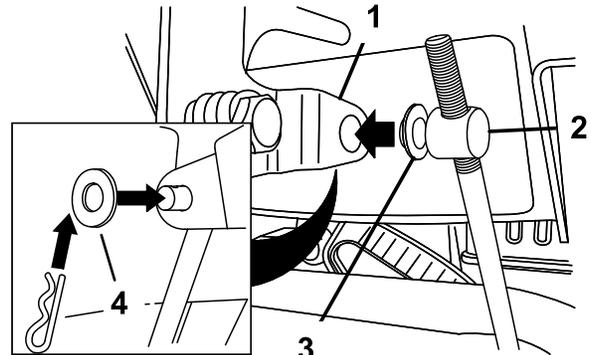

Bild 12
- Entfernen Sie den Splint und die äußere Scheibe vom Drehzapfen am oberen Ende der Geschwindigkeitsschaltstange (Bild 12).
Hinweis: Lassen Sie die Flachscheibe auf dem Drehzapfen, um den Einbau zu vereinfachen (Bild 12).
- Heben Sie die Geschwindigkeitsschaltstange an und setzen Sie den Drehzapfen in das Loch im Geschwindigkeitsschalthebel (Bild 12).
- B. Schließen Sie den Drehzapfen vom Geschwindigkeitsschalthebel ab (Bild 12).
- C. Drehen Sie den Drehzapfen auf der Geschwindigkeitsschalstange nach unten (nach rechts) (Bild 12).
- D. Schließen Sie den Drehzapfen am Geschwindigkeitsschalthebel an (Bild 12).